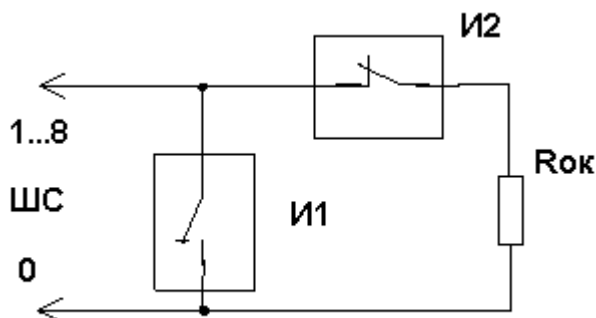

Рис. 5.7.
5.3.22. Схема подключения извещателей к БУ приведена на рис. 5.7.